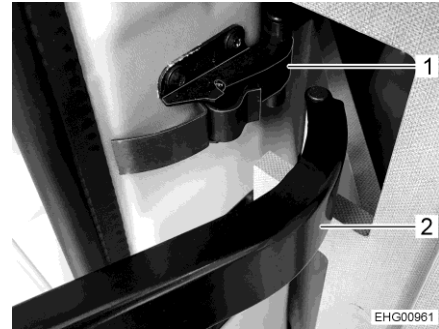

Bild 16 Begrenzungshebel (Delfin C)
- Begrenzungshebel (Bild 16,2) aus Halterung (Bild 16,1) an der Tür aushängen.